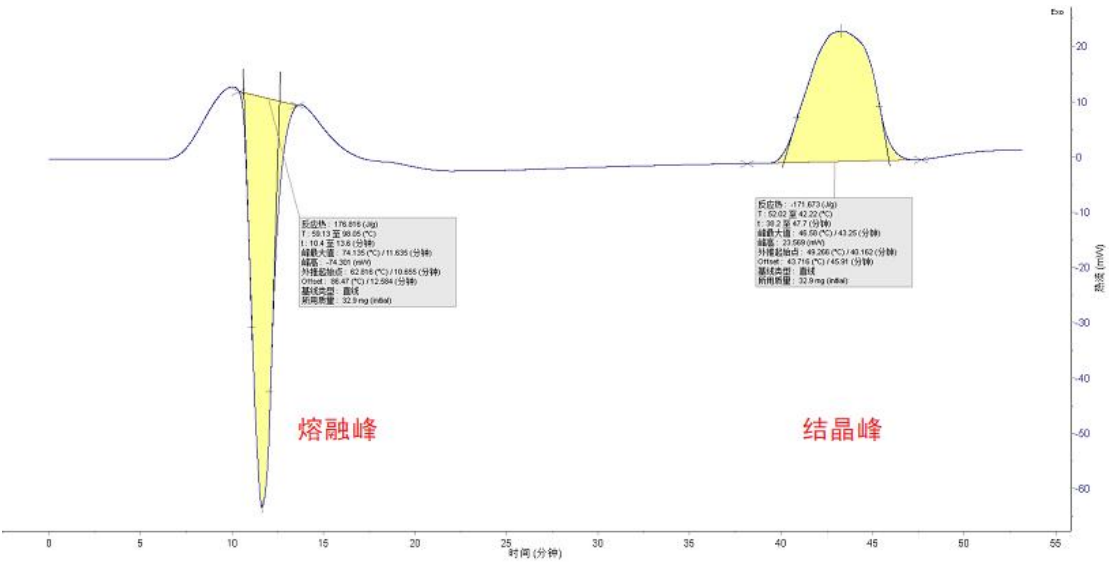

图 2 聚乙二醇的熔融峰和结晶峰
1. 在“Processing”软件中，打开文件，鼠标点中曲线，右键选择“基线积分”，分别对熔融峰和结晶峰进行积分，基线类型选择“直线”（图 2）。读取外推起始温度、外推终止温度、峰顶温度、热焓值等信息。